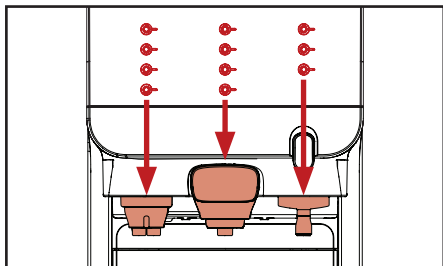

Fig. 4.4 - Brytere tilsvarer utløpskraner
1. Plasser koppen direkte under utløpen for ditt valg (fig. 4.4).